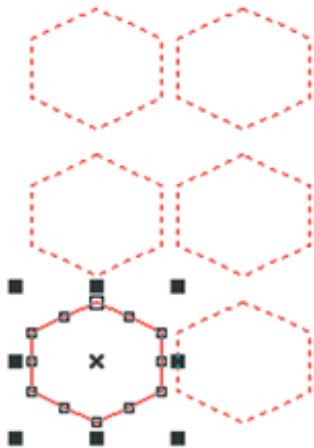

Рис. 6-5 Array (X=2, Y=3)
- Рисунок 6-5 иллюстрирует ситуацию, когда «X=2, Y=3»